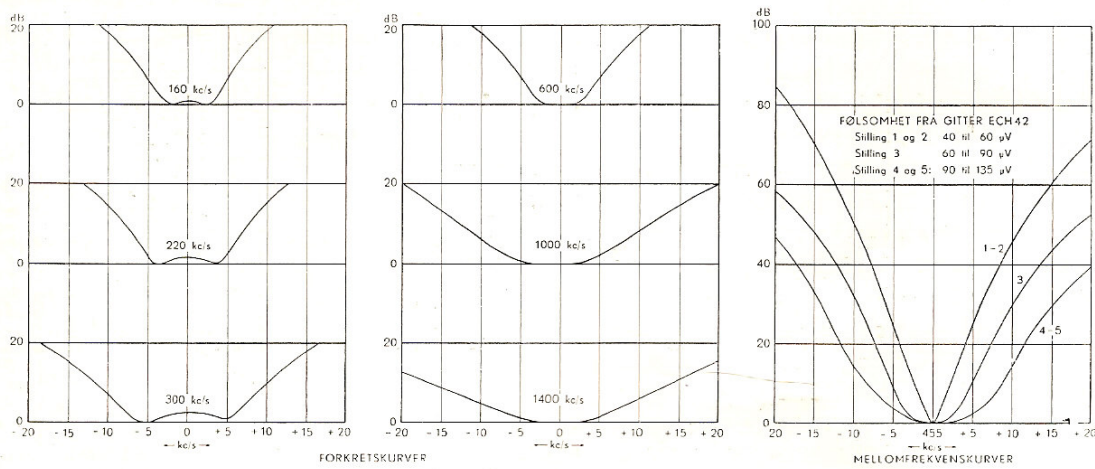

Fig. 11. Selektivitetskurver for forkretser og MF-filter.
**Selektivitetsvenderen.** Første MF-filter har variabel kopling mellom kretsene. Den er minst når selektivitetsvenderen (909) står i stilling 1 og 2, og filtret er da skarpest. I stilling 3 og 4 legger venderen inn ekstra koplingstørn, og båndbredden øker. Se fig. 11.
**Automatisk volumkontroll.** Fra anoden i EBF80(1) er det tatt ut spenning gjennom C76 til den ene dioden i røret. Reguleringen er forsinket av en fast positiv spenning fra spenningsdeleren R13 og R14 og inn på fanggitteret. Så lenge signalspenningen er under en bestemt minimumsgrense, er fanggitteret positivt og virker som kortslutning til katoden. Automatikk-spenningen blir dermed holdt fast på MF-rørets katodepotensial. Stiger påtrykket over minimumsgrensen, blir fanggitteret negativt, og kontrollspenningen føres inn på gitteret i EAF42 og ECH42 etter å ha blitt filtrert av C20.
Fig. 11 viser forkretsens selektivitet ved noen karakteristiske frekvenser. Mellomfrekvenskurvene for de forskjellige selektivitetsstillinger er også vist på fig. 11.